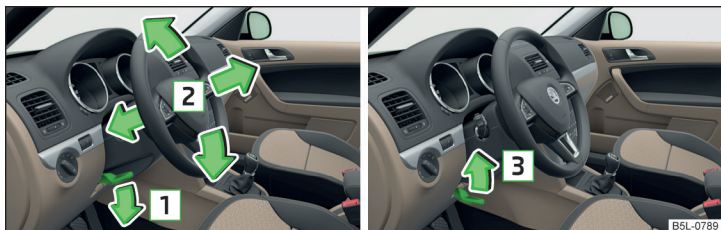

Fig. 2 Reglarea poziției volanului
- > Rabatați maneta de siguranță de sub volan în sensul săgeții 1 » fig. 2.